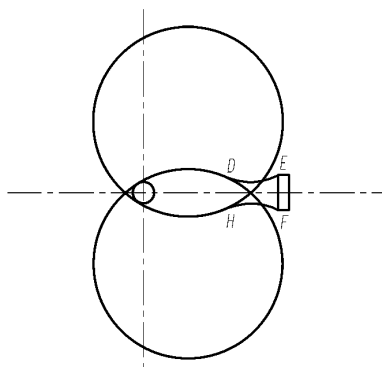

图 2-39 修剪后的效果
(11) 用步骤 9 的方法可绘制圆 C 和辅助线的交点 H 点与矩形端点 F 之间的连接圆弧。
(12) 绘制圆弧成功后，可删除两条辅助线，效果如图 2-39 所示。